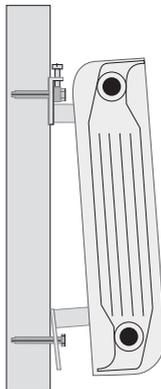

Fig. 2
- 11) Posez le radiateur sur les supports supérieurs en le maintenant légèrement incliné (Fig.2).